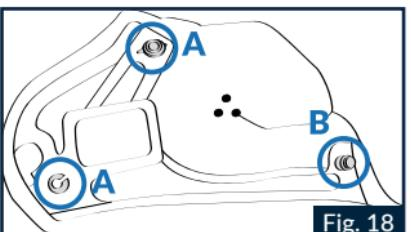

Fig. 18
2.1 Sganciare i due occhielli "A" del telaio posteriore dell'asola del guanciale sinistro in corrispondenza dei due bottoni automatici (superiore e anteriore) presenti sul suo retro (Fig.18).
5.2. Agganciare i due occhielli "A" del telaio dell'asola posteriore del guanciale sinistro in corrispondenza dei due bottoni automatici (superiore e anteriore) presenti sul suo retro (Fig.18).